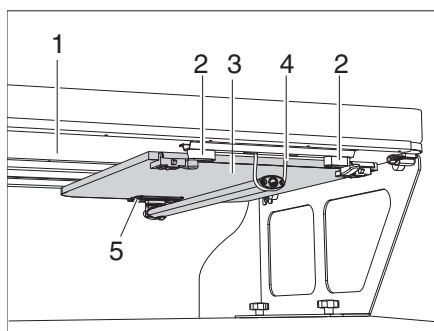

Figura 36 Mesa colgante debajo de la extensión de cama
La mesa colgante con pie telescópico es parte del paquete exterior y puede compensar las irregularidades en el subsuelo mediante la adaptación del pie de apoyo. La mesa colgante (Figura 36,3) se fija debajo de la extensión de cama (Figura 36,1).
- Gire los dos ganchos de apriete (Figura 36,2) en 90°.
- Desenganche la goma de retención (Figura 36,4) del pie telescópico.
- Empuje la mesa colgante debajo de la extensión de cama al tope (Figura 36,5).
- Enganche la goma de retención (Figura 36,4) en el pie telescópico.